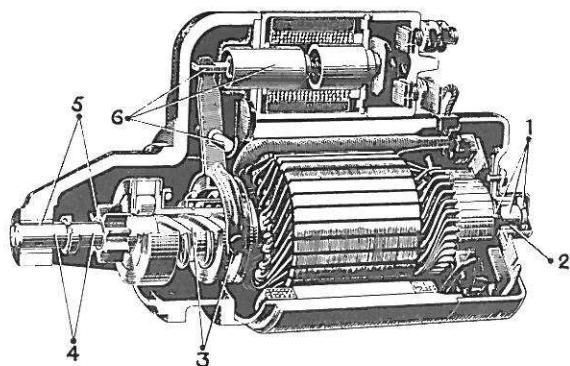

Fig. 3-20. Schéma de lubrification de démarreur
1. Lubrifier les pièces du démarreur comme le montre la fig. 3-20.